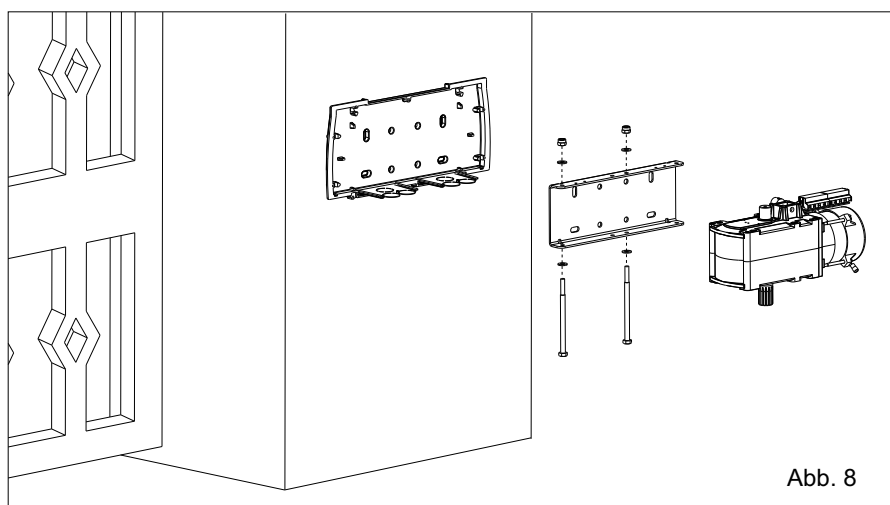

Abb. 8
- Den Motor mit den 2 mitgelieferten Schrauben auf der Verankerungsplatte montieren (Abb.8).